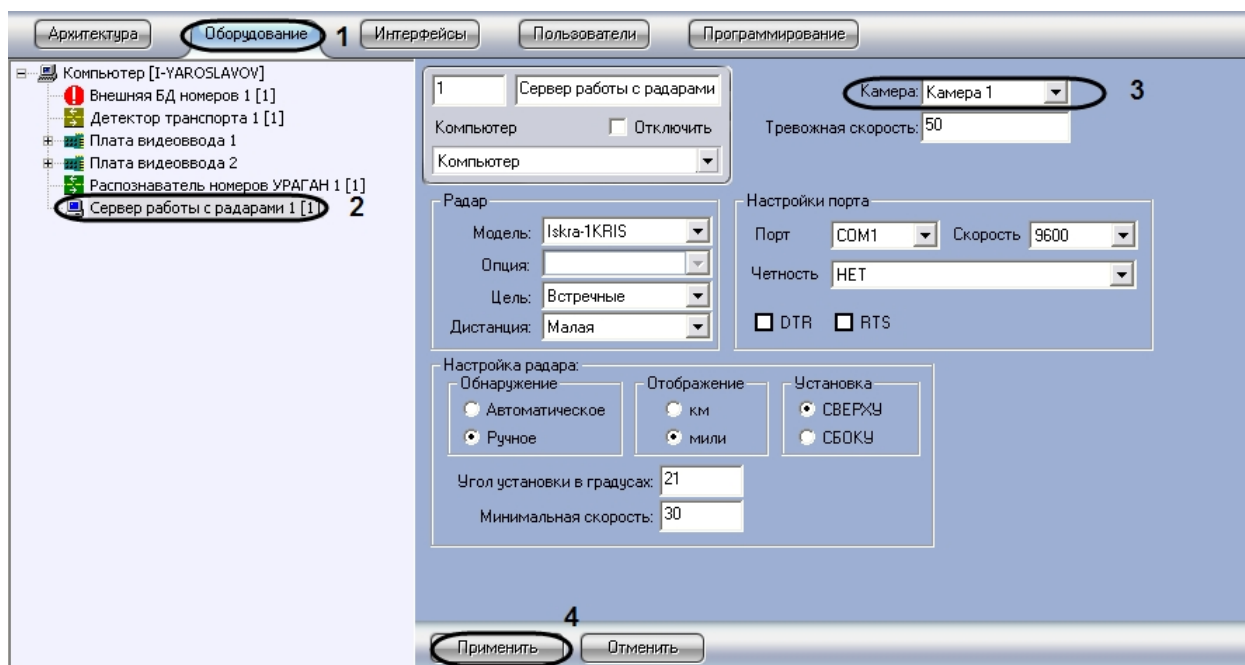

Рис. 51. Выбор объекта «Камера» для совместной работы с программным модулем «Ураган»
2. В дереве объектов на вкладке «Оборудование» выбрать объект «Сервер работы с радаром», соответствующий настраиваемому программному модулю «Радар». В правой части вкладки «Оборудование» отобразится панель настройки выбранного объекта (см. Рис. 51).